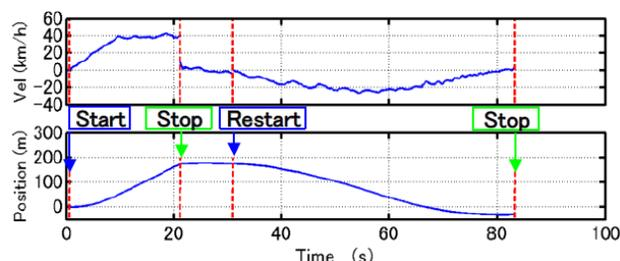

図3 昇降トライアル（200 m）時の速度と位置の解析結果
- 200 m走行時：上昇22秒、最高地点で停止9秒、下降54秒、合計85秒の昇降を実現（図3）。